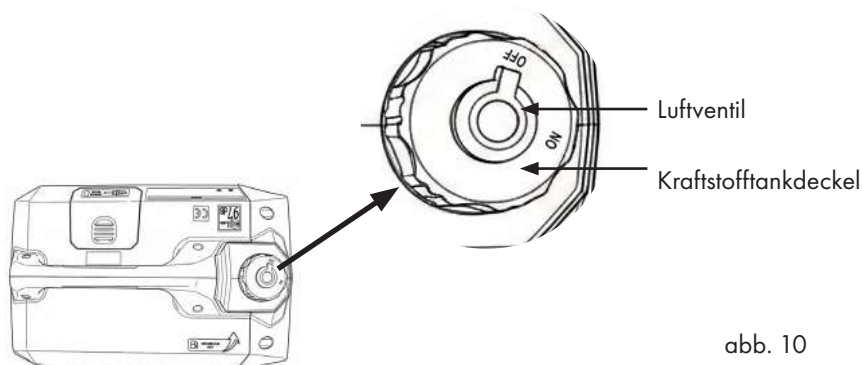

abb. 10
- Bringen Sie das Entlüftungsventil am Tankdeckel in die Position ON, damit Luft in den Tank gelangen kann. Siehe Abb. 10.